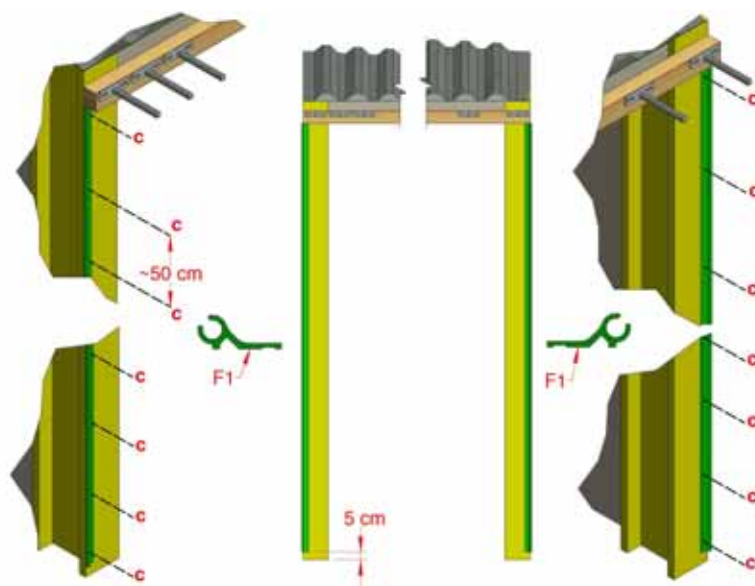

Figure 4 : profilé Kador du couvercle d'extrémité
2.2 Fixer le profilé Kador (F1) aux extrémités du système en utilisant les vis autoperceuses M4 x 19 (c) en suivant les indications de la Figure 4.